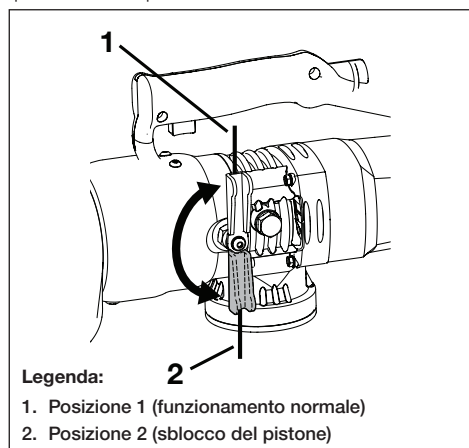

Figura 8, Leva di rilascio del pistone
Prima di utilizzare l'attrezzo, verificare che la leva di rilascio del pistone sia completamente ruotata in senso orario fino alla posizione 1. Vedere la figura 8. In questa posizione il pistone e la lama mobile possono avanzare quando l'interruttore viene premuto.
4. Verificare che la leva di rilascio del pistone sia ruotata in senso orario fino alla posizione 1. Vedere la figura 8.
10. A taglio terminato, rilasciare il pulsante e spostare la leva di rilascio in posizione antiorario sulla posizione 2. Vedere la Figura 8.